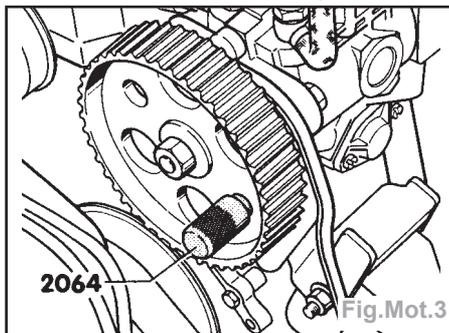

Fig.Mot.3
- Bloquer le pignon de pompe d'injection avec un mandrin d'arrêt (Fig.Mot.3).